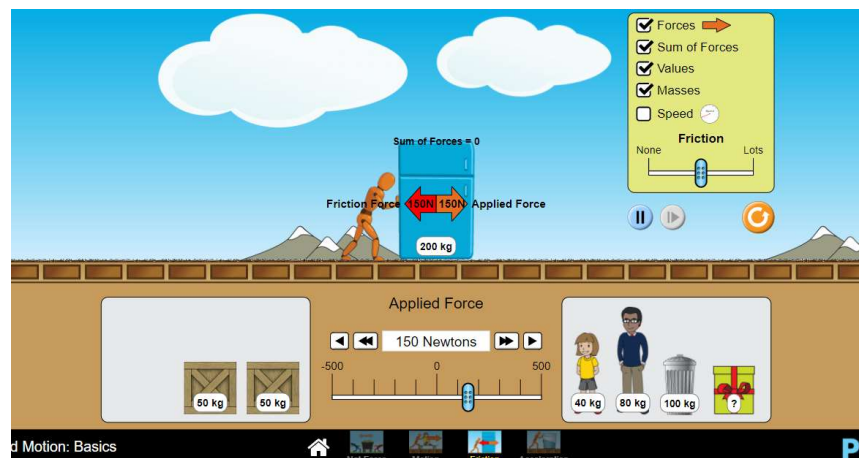

Figura No. 3
I.7 Sin modificar la fricción y con el valor de μ_s , prediga que va a pasar si utiliza el refrigerador y verifique su predicción en el simulador. Ver Figura No. 3.